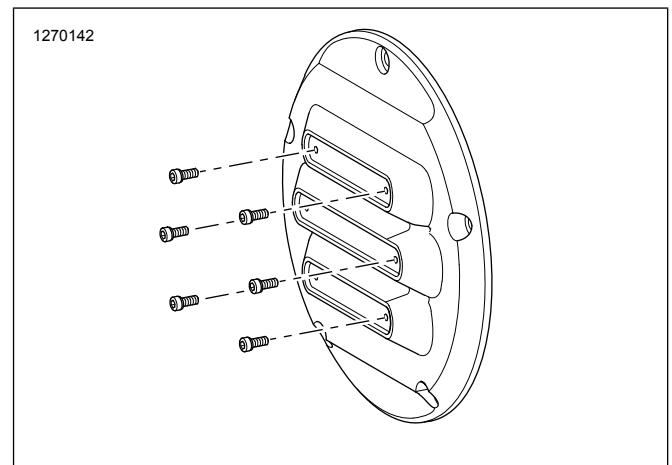

Figure 3. Vis décoratives
6. **Kits : 25700768, 25700822, 25700825, 25700826 uniquement :** voir Figure 3 . Poser les vis décoratives dans le couvercle.